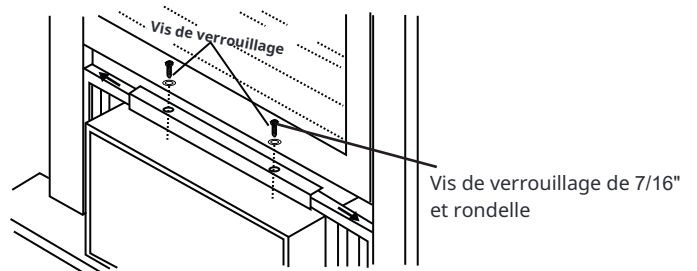

Fig.17
1. Soulevez soigneusement la fenêtre pour exposer les vis de verrouillage du panneau de remplissage. Desserrez les vis pour que les panneaux de remplissage glissent facilement. 2. Étendre les panneaux pour remplir complètement l'ouverture de la fenêtre. Serrer les vis de verrouillage sur le dessus (Fig.17). 3. Fermer la fenêtre derrière l'angle supérieur.